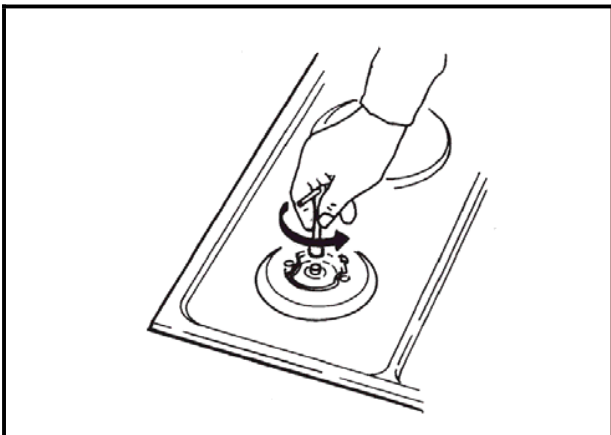

Fig. 7 - Abb. 7 - Рис. 7
(Fig. 7) Should the appliance be pre-set for a different type of gas than that available, proceed as follows:
- replace the injectors (Fig. 7) with the corresponding type of gas to be used (see table "Uses characteristics").
(s. Abb. 7) Wenn das Gerät für einen anderen Gas typ als der vorhandene ausgelegt ist, ist folgende Vorgehensweise durchzuführen:
- die Düsen (s. Abb. 7) mit den für den vorhandenen Gastyp bestimmten Düsen (siehe Tab. "Technische Daten") ersetzen;
(см. Рис. 7) Если прибор изготовлен не для такого типа газа, который имеется в наличии, необходимо выполнить следующее:
- форсунки (см. Рис. 7) заменить на те, которые соответствуют имеющемуся в наличии типу газа (см. "Технические данные")